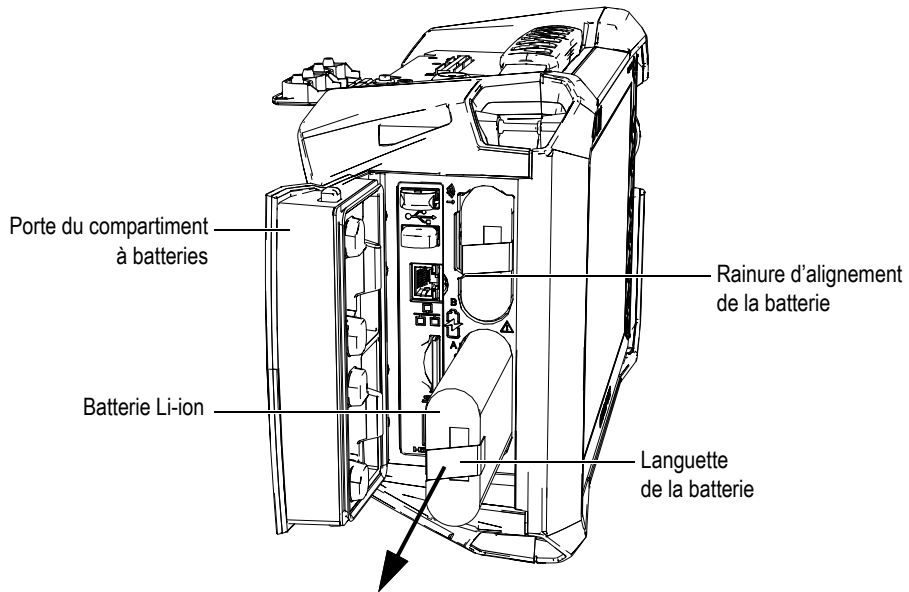

Figure 3-3 Retrait de la batterie Li-ion
2. Enfoncez la batterie vers l'intérieur, et puis tirez la languette vers la gauche pour retirer la batterie (Figure 3-3 à la page 47).